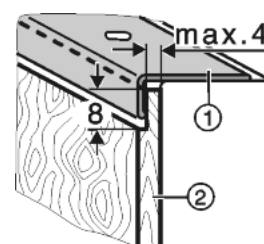

Fig. 5
- I pannelli decorativi Fig. 5 (2) più spessi sono graduati, conformemente all'illustrazione, al massimo di 4 mm di spessore.